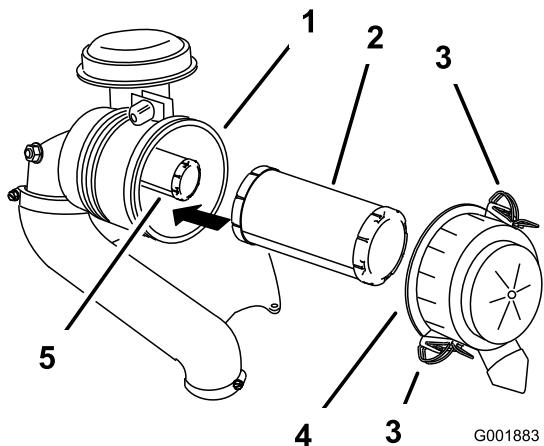

Figure 35
3. Ouvrez les dispositifs de verrouillage du filtre à air et enlevez le couvercle du corps du filtre (Figure 35).
5. Sortez l'élément principal du corps du filtre avec précaution (Figure 35).
2. Si vous remplacez l'élément de sécurité, insérez-le avec précaution dans le corps du filtre (Figure 35).
3. Placez ensuite l'élément principal sur l'élément de sécurité avec le même soin (Figure 35).
4. Reposez le couvercle du filtre à air, le côté portant l'inscription **UP** en haut, et fermez les dispositifs de verrouillage (Figure 35).